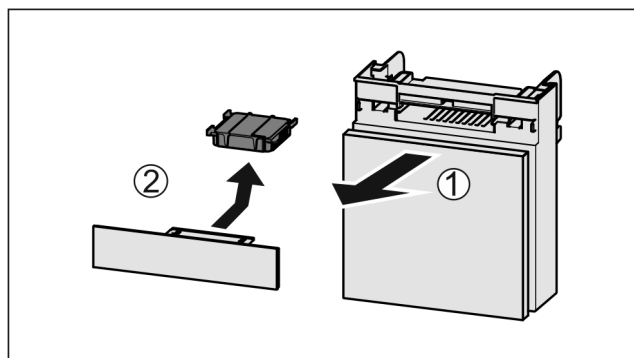

Fig. 226
- Estrarre il vano tirando in avanti Fig. 226 (1).
- Rimuovere il filtro a carboni attivi Fig. 226 (2).